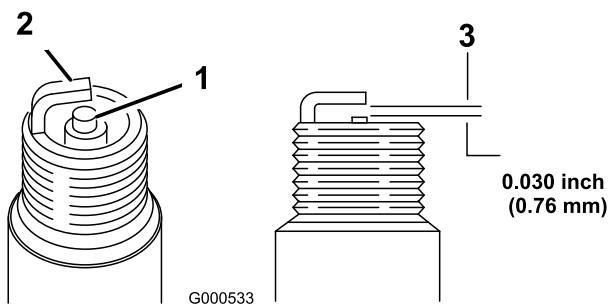

Figura 32
11. Ajuste el espacio entre los electrodos a 0.76 mm (0.030"), según se muestra en Figura 32.